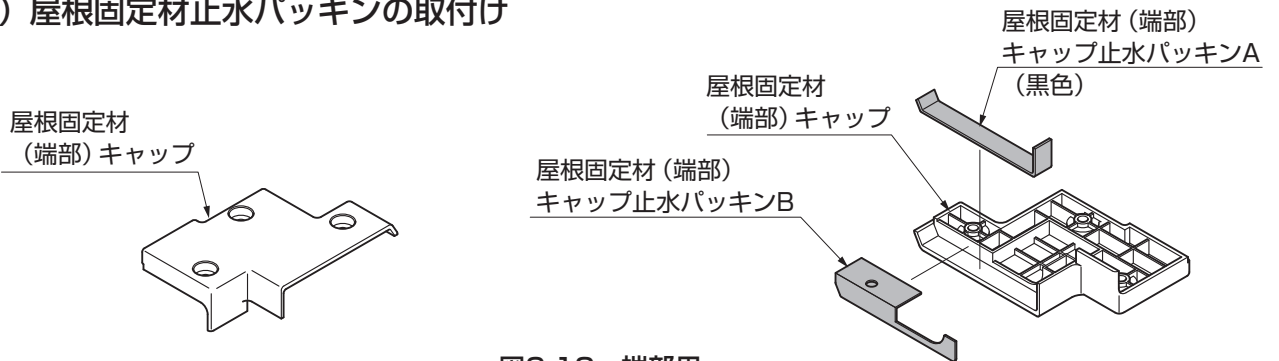

図9-12 端部用
- ① 屋根固定材 (端部) キャップ 止水パッキンA、Bを屋根固定材 (端部) キャップに貼付けてください。(図9-12参照)